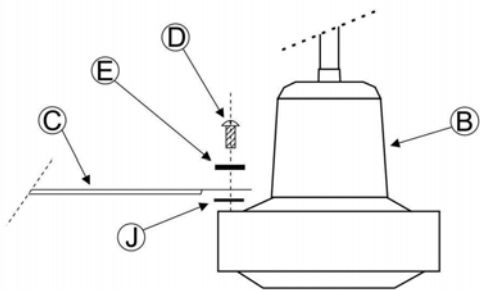

Fig. 5
1. Fixer les pales **(C)** à l'ensemble moteur-support **(B)** avec les vis des fixations des pales **(D)** et les rondelles de sécurité **(E)** sans oublier la protection **(J)** entre les pales et le moteur pour limiter les transmissions de vibrations **(Fig. 5)**.